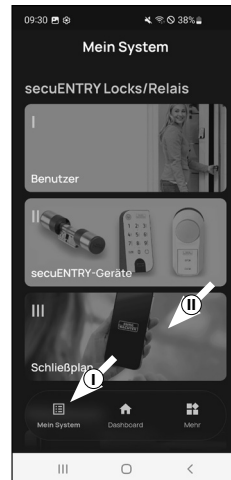

Abb. 1
- ❶ In diesem Menü legen Sie als Schließplan fest, welcher Benutzer, welches Schloss öffnen darf. Danach werden die Daten an den Zylinder übertragen.
- ❷ Öffnen Sie das Menü „Mein System“ (I) (Abb. 1)
- ❸ Tippen Sie auf den dritten Menüpunkt III - Schließplan“ (II) (Abb. 1).